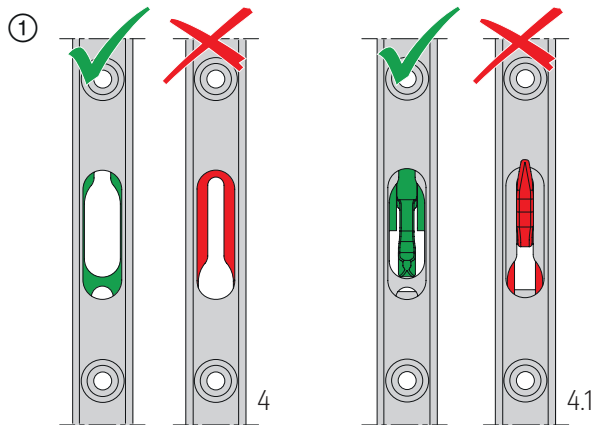

Abb. 14
① Getriebe für Bolzen 4 und Getriebe mit Haken 4.1 in Schiebstellung (angehobene Position) bringen; **Abb. 14.**